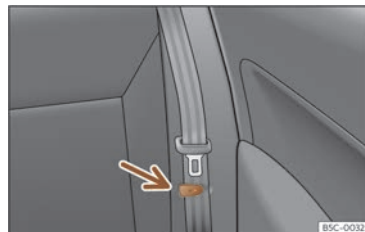

Fig. 89 Seient del darrere: pinça per subjectar el cinturó de seguretat.
- Poseu els cinturons de seguretat laterals a la pinça del revestiment >>> **fig. 89**.